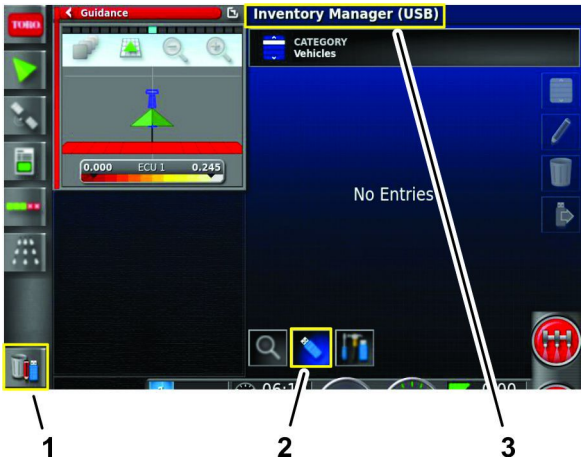

图 87
- 3. 按“库存管理器”图标图 87。
- 4. 如果屏幕顶部的标题注明是库存处理器USB按切换视图图标图 87。